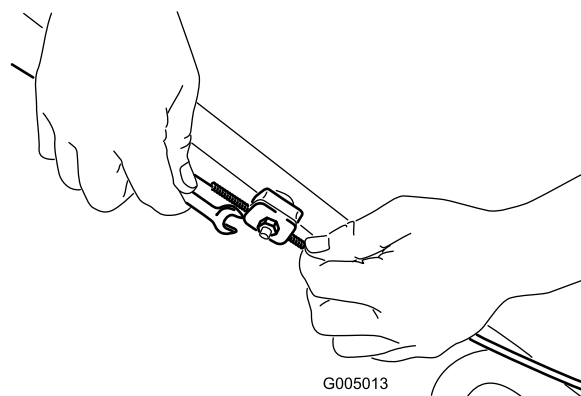

Figura 28
1. Allentate il dado del supporto cavo (Figura 28).